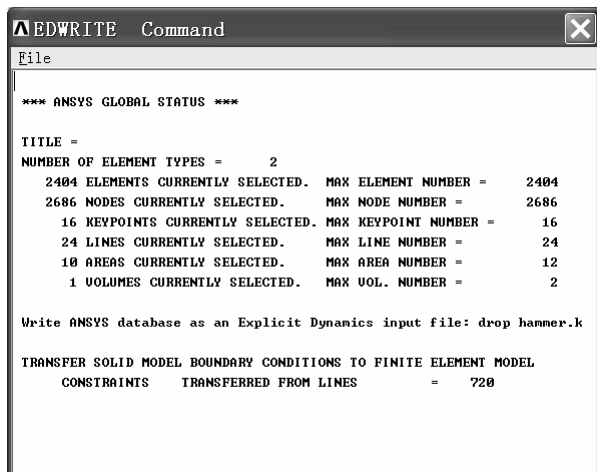

图 6-38 “EDWRITE Command” 窗口
(4) 单击 “Input files to be Written for LS-DYNA” 窗口中的 “OK” 按钮，弹出 “EDWRITE Command” 窗口（见图 6-38）。
(5) 单击 “EDWRITE Command” 窗口右上角的叉号关闭该窗口。